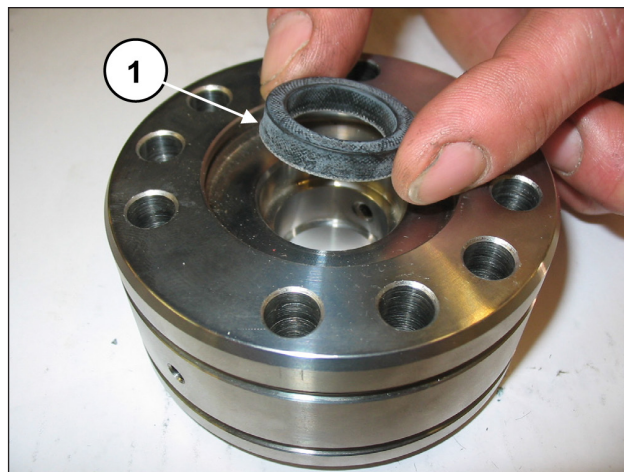
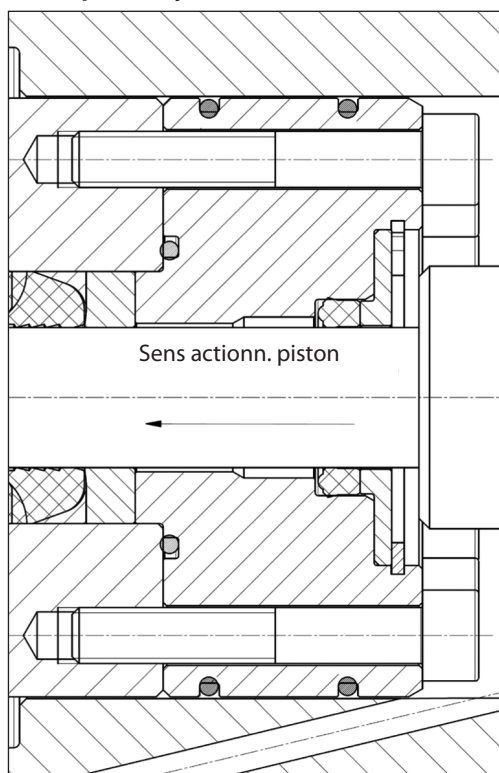

Fig. 140
Fig. 139
Introduire le joint L.P. dans la chemise avec la lèvre d'étanchéité dans le sens d'actionnement du piston (rep. ①, Fig. 139 et Fig. 140) et lubrifier légèrement le diamètre extérieur avec de la graisse à base de silicone type OKS 1110. Remplacer le joint L.P. s'il s'avère usé.